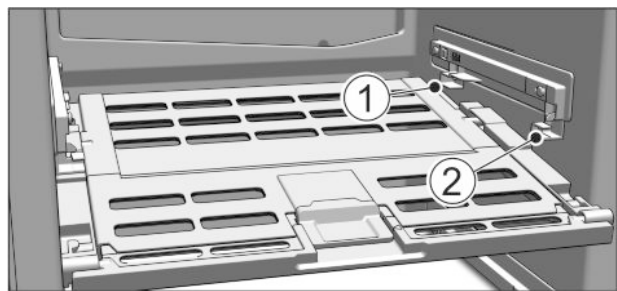

Fig. 75
- ▶ Установка крышки отделения с функцией для хранения овощей и фруктов Fruit & Vegetable-Safe: Вставить поперечные ребра крышки через низ в задний держатель Fig. 75 (1) и защелкнуть спереди на держателе Fig. 75 (2).